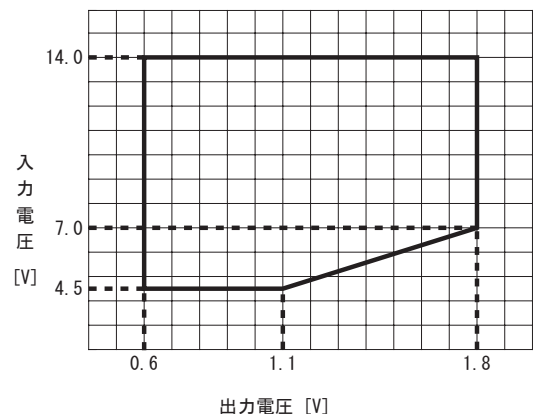

図4.6 入出力電圧範囲
- BRFS150・BRDS150の出力電圧は、図4.6の範囲内になるよう設定してください。
- 図4.6の範囲を逸脱した場合、電源が停止する場合があります。